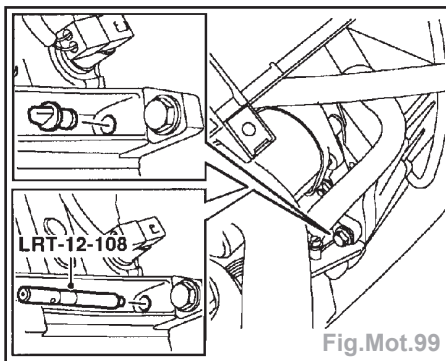

Fig.Mot.99
- Enlever l'obturateur du trou de pige de calage du vilebrequin (Fig.Mot.99).
- Installer l'outil **LRT-12-108** pour bloquer le vilebrequin (Fig.Mot.99).